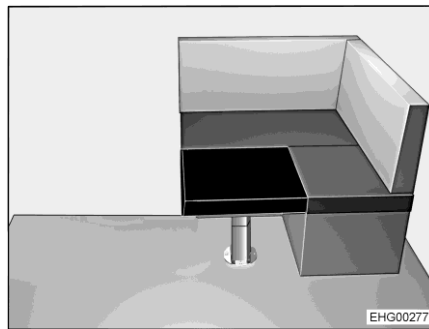

Bild 55 Efter ombyggnaden
- Läg den extra dynan på bordsskivan (Bild 55).